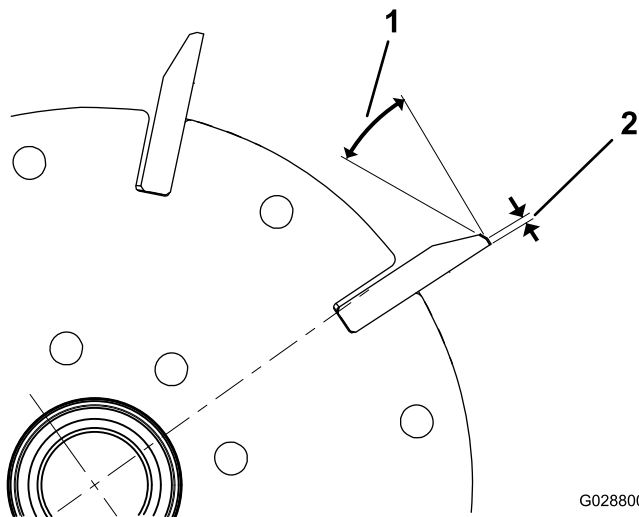

图24
1. 对所有滚刀棱面进行 30° 铲磨直至棱面宽度达到 1.3mm 图24。